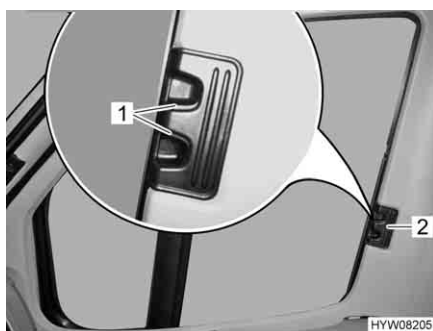

Fig. 28 Tendina oscurante pieghevole per il finestrino del conducente/passeggero
- Comprimere le levette di bloccaggio (Fig. 28,1) e mantenerle in questa posizione.
- Con la levetta (Fig. 28,2) tirare le tendine oscuranti pieghevoli per il finestrino del guidatore e del passeggero verso l'altro lato della finestra e congiungerle alle strisce magnetiche.
- Inserire fino all'arresto le tendine oscuranti pieghevoli per il finestrino del guidatore e del passeggero per la maniglia (Fig. 28,2).
- Rilasciare le levette di bloccaggio (Fig. 28,1) e mantenerle innestate.